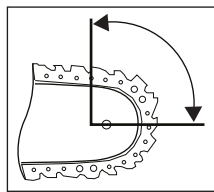

Fig. 1
- En berøring med skinnespidsen kan i mange tilfælde medføre en uventet bagudrettet reaktion, hvor sværdet **16** løftes op i retning af brugeren (se fig. 1).